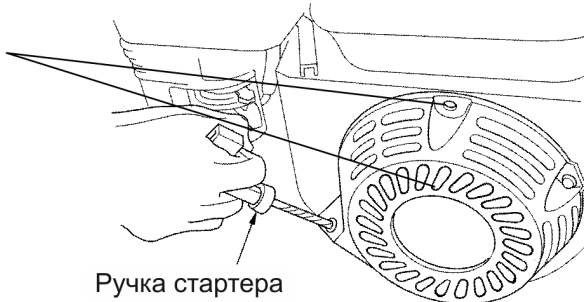

Рис. 20
- Потяните за рукоятку стартера до тех пор, пока вы не почувствуете сопротивление. Продолжайте тянуть рукоятку стартера до тех пор, пока отметка на шкиве стартера не совпадет с отверстием на кожухе стартера (см. рис. 20). В этом положении впускной и выпускной клапан двигателя закрыты. Таким образом, вы предохраните двигатель от внутренней коррозии.